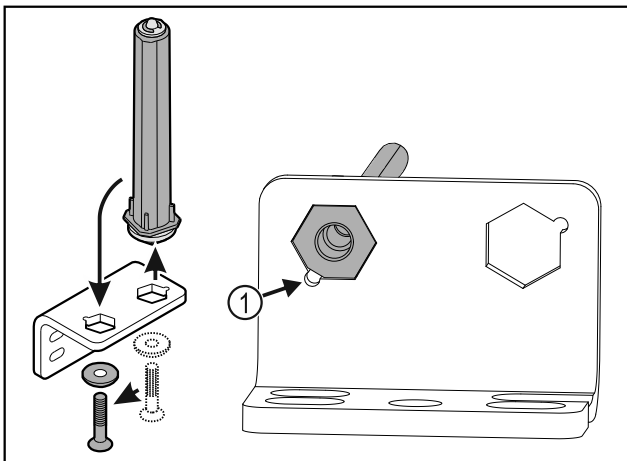

Fig. 34
- ▶ Verificare che durante l'inserimento lo smusso del perno Fig. 34 (1) sia rivolto verso il foro circolare.